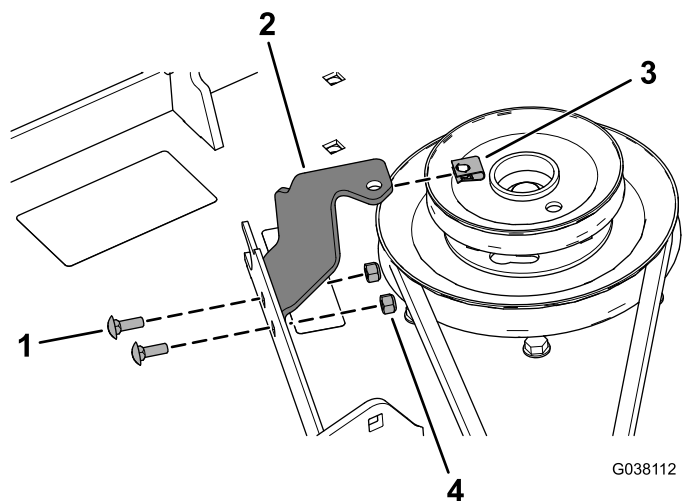

図 33
7. デッキにベルトカバーブラケットを取り付けるキャリッジボルト $\frac{1}{4}$ x $\frac{3}{4}$ " 2本とロックナット $\frac{1}{4}$ " 2個を使用して 図 33 のように取り付ける。
8. ベルトカバーブラケットに、スピードナットを取り付ける 図 33。